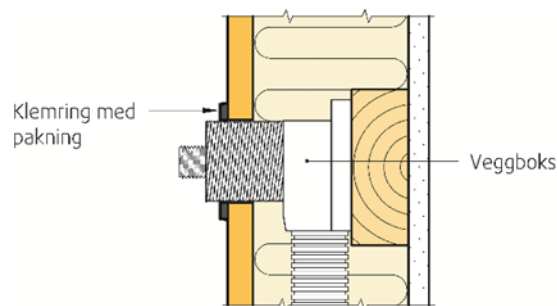

Fig. 2
- Veggbokser med tetningsring med dokumentert vanntetthet direkte mot baderomspanelet, se fig. 2